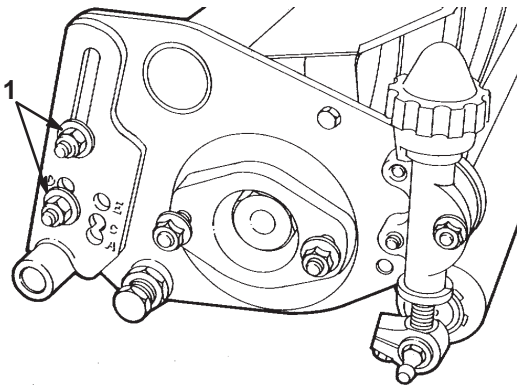

Bild 4
4. Wenn Sie die Schrauben in die richtige Schnitthöhenlochposition gesetzt haben, montieren Sie die flachen Scheiben und Muttern und ziehen Sie die Kopfschrauben an der rechten hinteren Rollenhalterung fest (Bild 4).